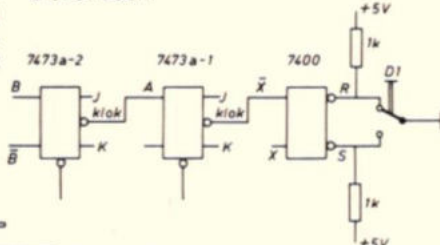
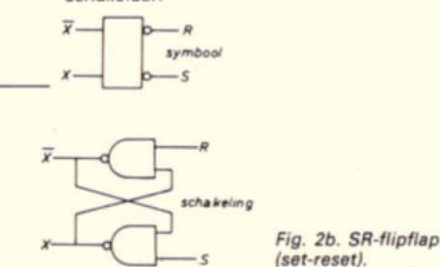

Fig. 2a. Elektronische vierstanden schakelaar.
Fig. 2b. SR-flipflap. (set-reset).
Deze is opgebouwd uit twee JK flipflops (fig. 2a), die worden gestuurd door de drukknop D1, waarachter een SR flipflop is geplaatst (fig. 2b). Telkens wanneer de knop wordt ingedrukt komt de elektronische vierstandenschakelaar in zijn volgende stand. Na de vierde stand komt hij terug in zijn eerste stand, natuurlijk na het bedienen van D1. De SR flipflop zorgt ervoor dat de rafelige impuls van de drukknop als een behoorlijke en telbare impuls aan de JK flipflops wordt doorgegeven. In de tabel is naast iedere stand aangegeven welke lampen moeten branden en ook hoe de uitgangen van de JK flipflops zijn. De logische vergelijking voor iedere lamp is afgeleid uit de tabel en kan als basis voor het decoderen dienst doen.
N.B.: De signalen A en B van de vergelijking volgen uit fig. 2a en 3c. Ze zijn gelijk aan de signalen I en L uit fig. 4.
Opmerking: de uitgangen van 73a1 en 73a2 zijn in fig. 2a resp. A en B, in fig. 4 resp. I en L en in fig. 9 resp. M en N.